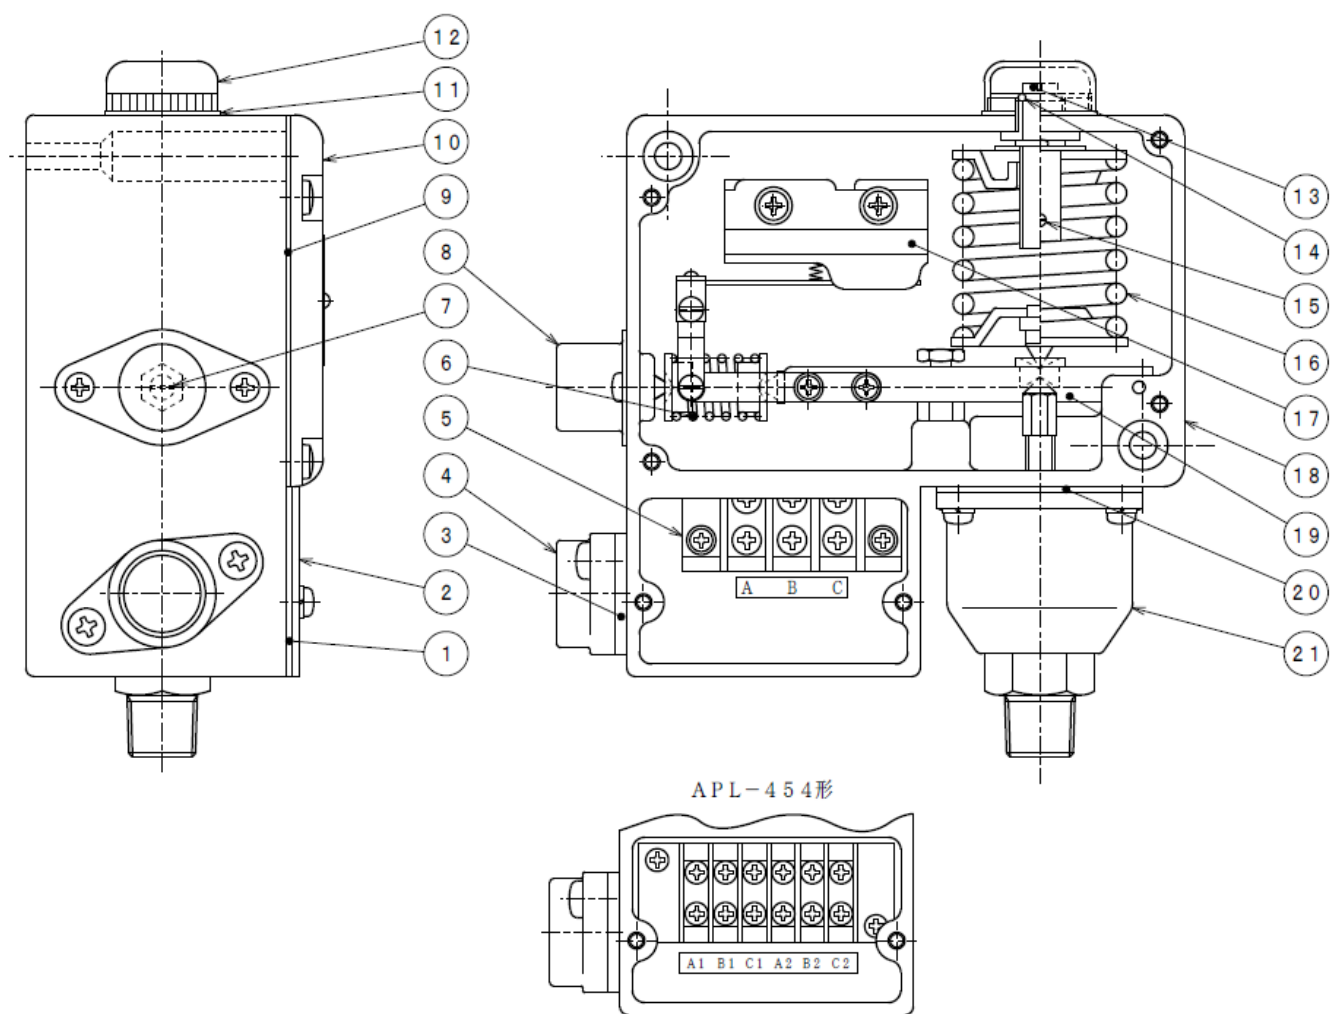

図1. APL-453・454形 圧力スイッチ構造図
①図 1, 3 を参照して圧力計とテスター、マイナスイライバーを準備して下さい。
②主調節ネジ蓋、キャップを取り外して下さい。
③端子箱蓋を取り外し、テスターを端子に接続して下さい。